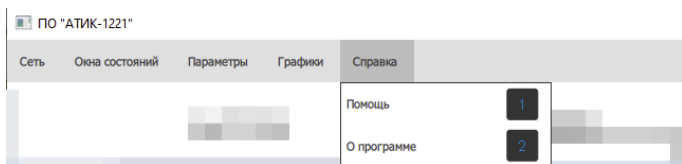

Рисунок 14 - Раздел «Справка»
Для ознакомления с Руководством по эксплуатации программного обеспечения, для отправки запроса8 (1) или для получения общей информации о программе (2) необходимо воспользоваться разделом «Справка» (см. рис. 14).